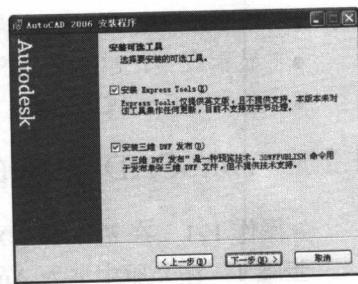

图 1.8 选择安装可选工具
**步骤 8** 选择安装可选工具，如图 1.8 所示，点击【下一步】按钮。